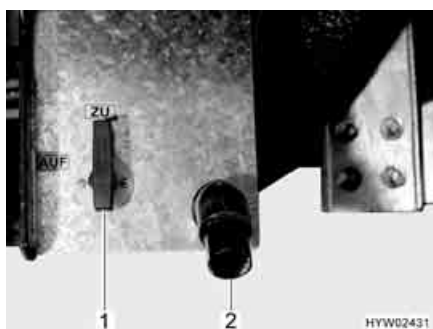

Fig. 212 Leva di comando e tubo di scarico del serbatoio delle acque grigie
La leva di comando (Fig. 212,1) per lo scarico delle acque grigie è installata accanto al tubo di scarico (Fig. 212,2) sul lato destro o sinistro del veicolo.
- Fissare il tubo di gomma per lo scarico al tubo di scarico (Fig. 212,2).
- Aprire il rubinetto di scarico. A tal fine ruotare la leva di comando (Fig. 212,1 o Fig. 213,2) del rubinetto di scarico di un quarto di giro oppure estrarre la leva di comando (Fig. 214,1). La leva di comando è posizionata orizzontalmente oppure nel senso della lunghezza del tubo di scarico. Le acque grigie vengono scaricate.
- Dopo la completa fuoriuscita delle acque grigie, richiudere il rubinetto di scarico. A tal fine ruotare la leva di comando (Fig. 212,1 o Fig. 213,2) del rubinetto di scarico di un quarto di giro in senso orario oppure premere verso l'interno la leva di comando (Fig. 214,1). La leva di comando è posizionata verticalmente oppure trasversalmente rispetto al tubo di scarico.